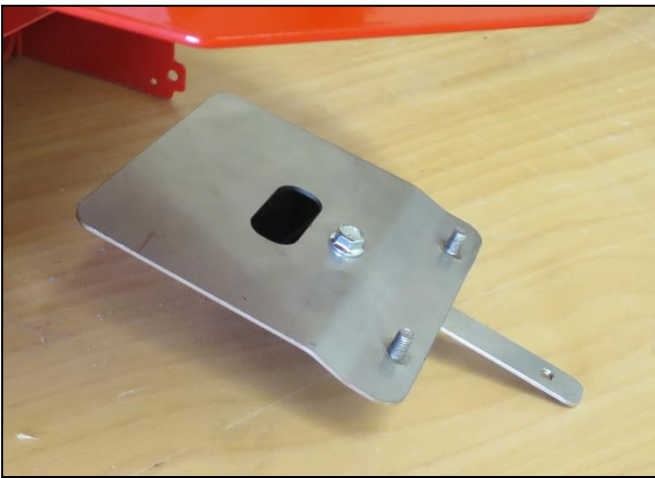
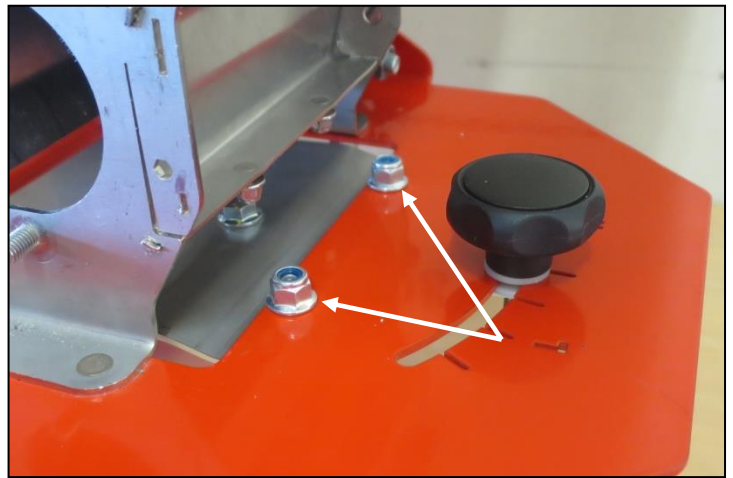

Abb.: 119
Abb.: 120
- Montieren Sie die Auftreffpunktverstellung und die Adapterplatte des Tellerstreuers mit den beiliegenden Flanschmuttern (BN14476-M6), einer Sechskantschraube mit Flansch (AAN13-M6x16) sowie den Scheiben (BN1075-M6), wie auf den Abb.: 119 und Abb.: 121 ersichtlich. Anschließend montieren Sie die zusammengebaute Einheit mit den auf Abb.: 120 gekennzeichneten Flanschmuttern (BN14476-M6) und der Sterngriffschraube an den Multidosierer (Abb.: 120, Abb.: 122).